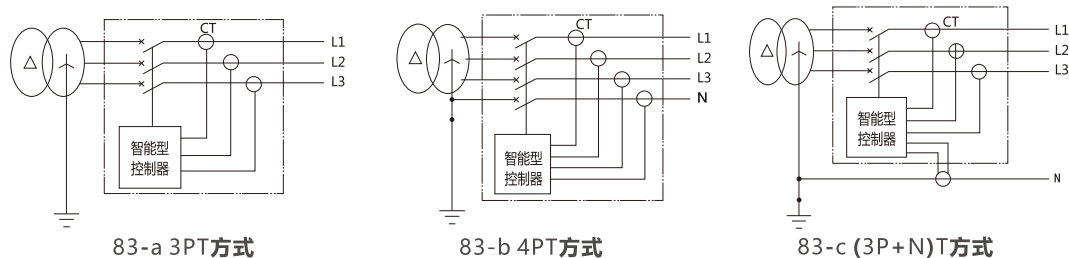

图83 接地保护方式
- 三相三线制中选用三极断路器不外加互感器，接地故障信号只取三相电流的矢量和，保护特性为定时限。(见图83-a 3PT方式)
- 三相四线制中选用四极断路器不外加互感器，接地故障信号只取三相电流及N及电流的矢量和，保护特性为定时限保护。(见图83-b 4PT方式)
- 三相四线制中选用三极断路器，外接中性极N电流互感器作接地保护用，接地故障信号取三相电流及N极电流的矢量和，保护特性为定时限保护。(见图83-c (3P+N)T方式)